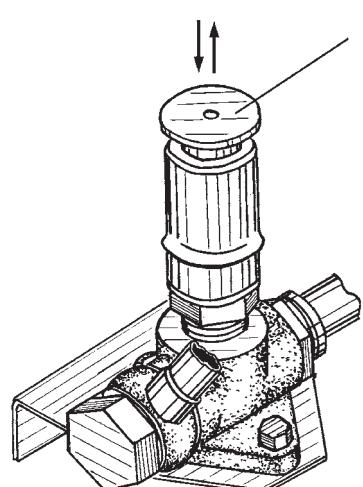

Рис. 15. Насос ручной топливоподкачивающий:
**Ручной топливоподкачивающий насос** установлен на правой боковине оперения. Для заполнения системы питания топливом и удаления из нее воздуха при неработающем двигателе отвернуть ручку 1 (рис. 15) против часовой стрелки до освобождения ручки из фиксированного положения и совершать возвратно — поступательное движение вверх-вниз. Закачав топливо вручную, утопить ручку и зафиксировать ее поворотом по ходу часовой стрелки до упора.